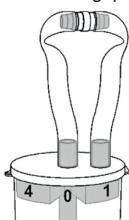

Abb. 4
- Forbind begge slangeender fast med slangekontakten. Sugepolypfælden er således forseglet (Fig. 4).